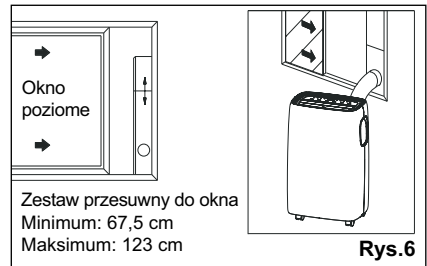

Rys. 4
3. Zainstalować łącznik B na urządzeniu (Rys. 4).